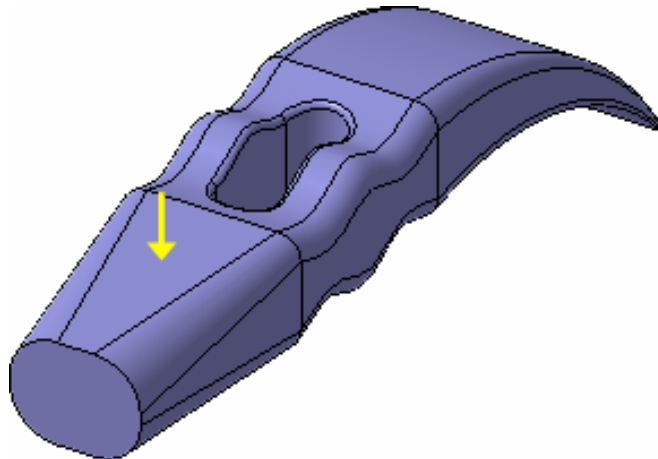

Рисунок 45
- Создайте третий элемент по сечениям на основе двух эскизов: нового Эскиз:9 и созданного ранее Эскиз:5 (рис. 45).